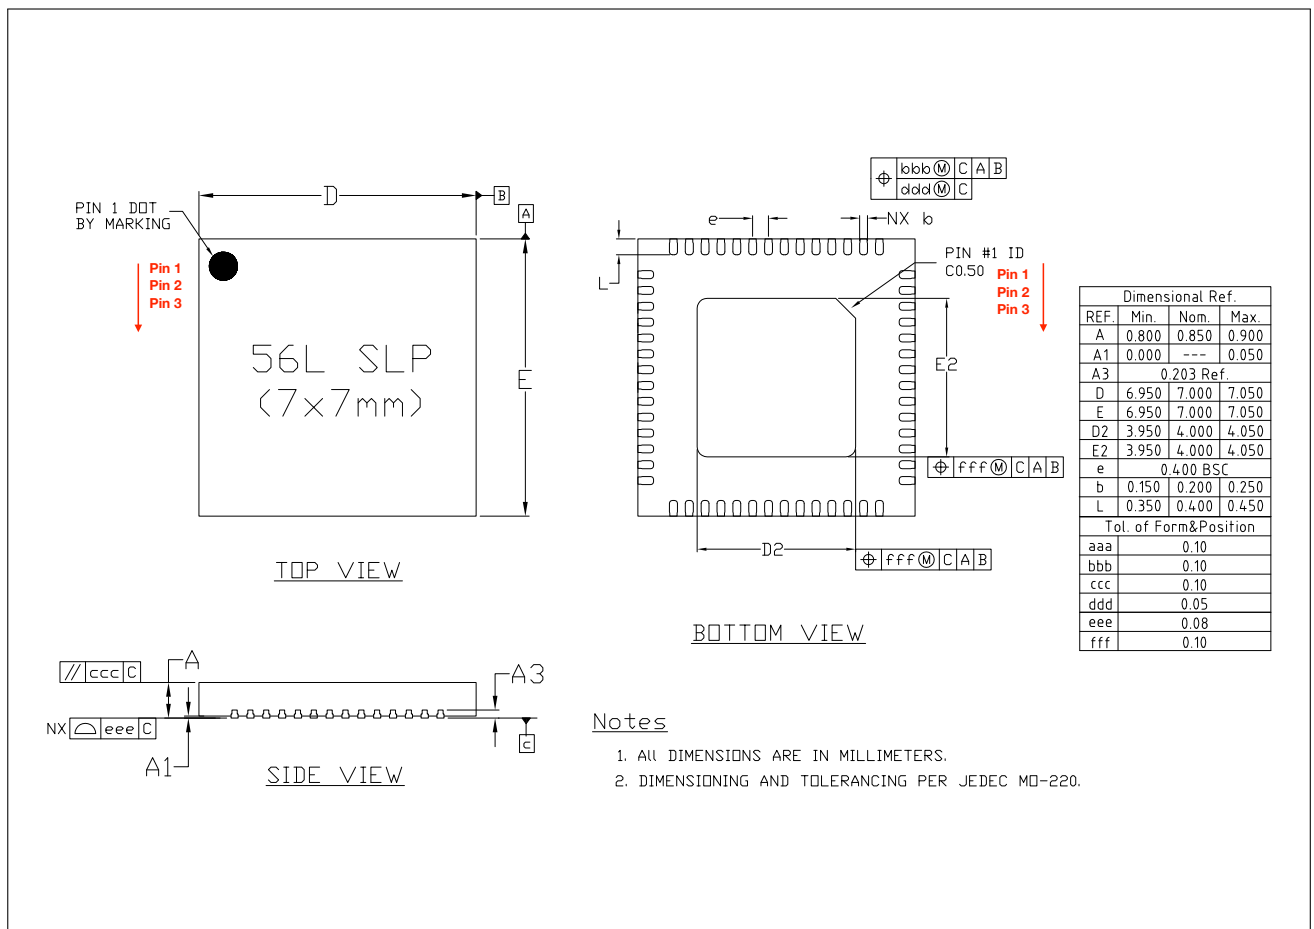
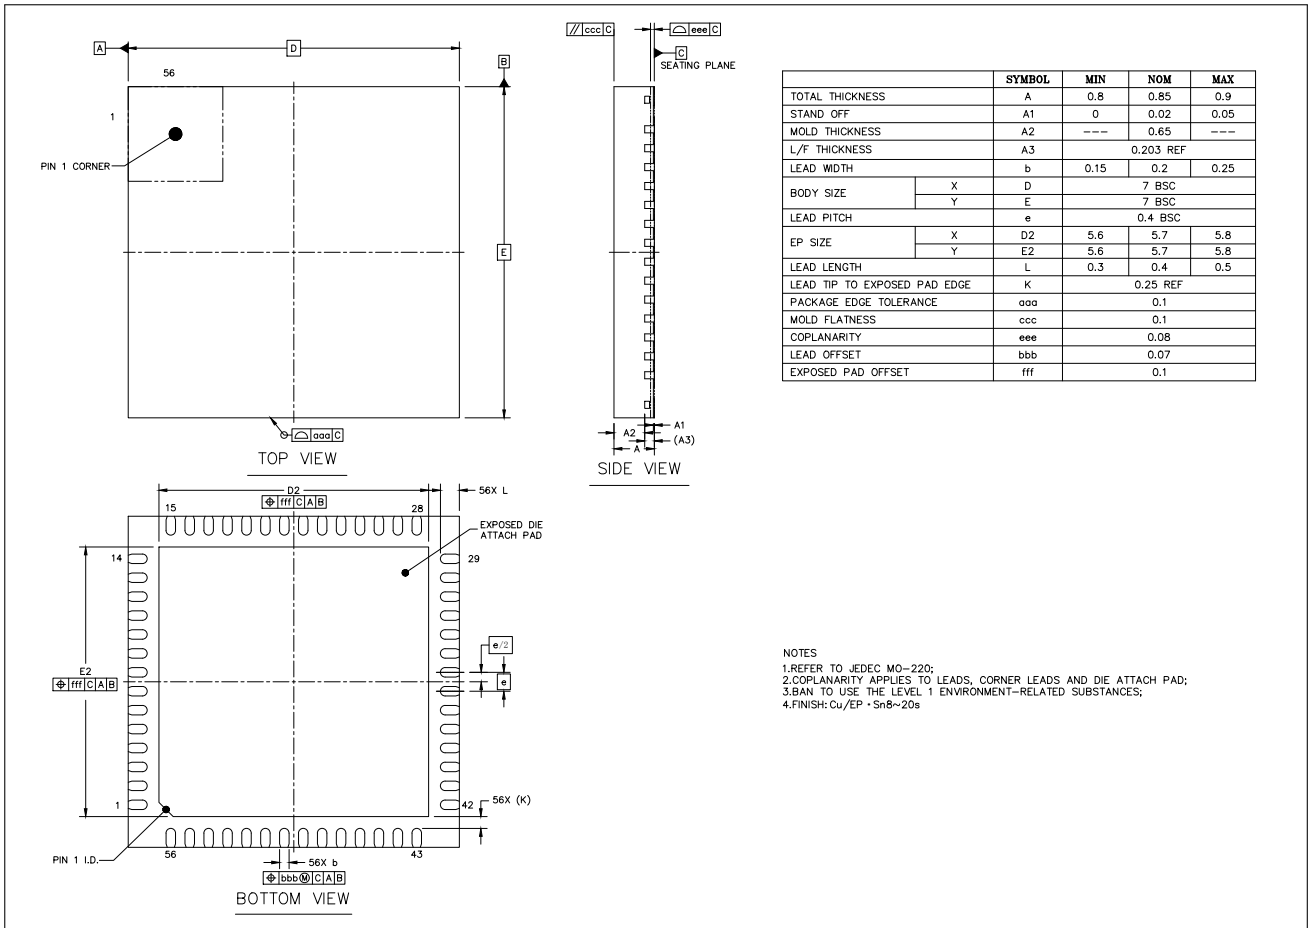

图 5-1. QFN56 (7×7 mm) 封装
图 5-2. QFNWB (7x7 mm) 封装 (仅适用于 ESP32-S3FH4R2)
- ESP32-S3FH4R2 芯片的封装（见图 5-2）除 EPAD 尺寸更大外，与其他 ESP32-S3 芯片封装（见图 5-1）相同。ESP32-S3FH4R2 芯片同样可使用 源文件 \(dxf\)，但需更改其中的 EPAD 尺寸（具体见图 5-2 中的 D2 和 E2）。